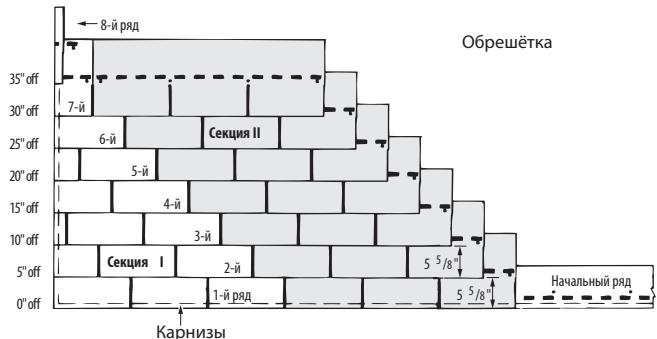

Рис. 10-15. Восьмирядный метод укладки с отрезанием по 12,7 см и монтажом с уступом по диагонали.
3. Продолжайте укладку начального ряда, монтируя целые гонты начального ряда вдоль карнизов. (Рис. 10-15).
1. В начале второго ряда отрежьте 12,7 см от левого края гонта и уложите оставшийся кусок шириной 87,3 см на гонт первого ряда, вровень с левым краем гонта первого ряда, оставив открытый участок гонта первого ряда высотой 14,3 см (Рис. 10-15).
3. Уложите «Секцию II», как показано на Рис. 10-15, монтируя целые гонты напротив восьми рядов «Секции I». Это необходимо сделать до начала укладки девятого ряда. Эти гонты «Секции II» должны быть установлены встык с гонтами «Секции I».